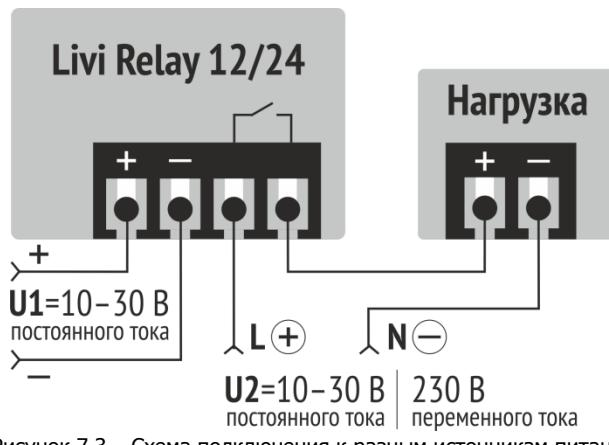

Рисунок 7.3 – Схема подключения к разным источникам питания
- Подключите источник бесперебойного питания от 10 до 30 В к клеммам реле в соответствии с одной из схем, приведенных далее (см. рисунок 7.1 – рисунок 7.3).